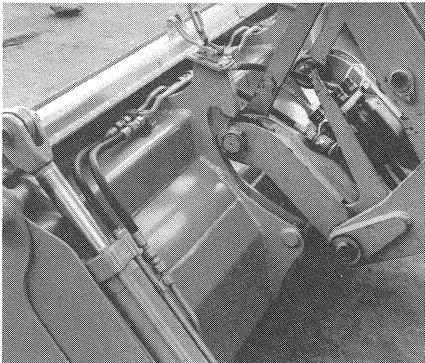

Bild 21
(1) Schaufelarm in unterste Stellung bringen und Schnellwechselrahmen abkippen (Bild 21).
(1) Put shovel arm in lowest position, and tilt quick-change frame (Fig. 21).
(1) Déplacer le bras dans la position la plus basse et déverser le système d'attelage rapide (fig. 21).
Normalschaufeln werden, wie in Bild 21, 22 und 23 beschrieben, angebaut.
Standard buckets are mounted as shown in Fig. 21, 22 and 23.
Monter les pelles standard selon les indications des fig. 21, 22 et 23.